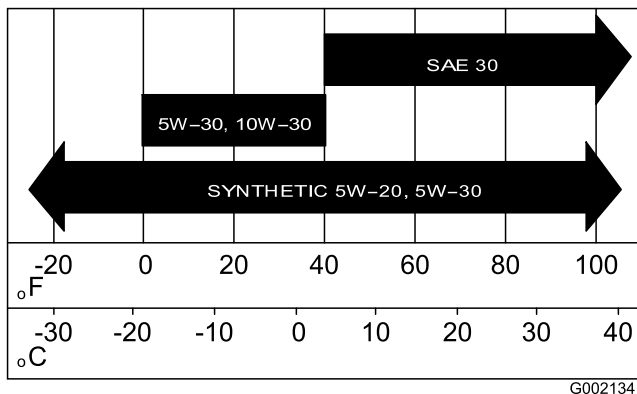

Рисунок 31
- Залейте в картер двигателя свежее масло указанного типа и вязкости; см. Рисунок 31 в разделе Замена масла (модели 07273 и 07273ТС) (страница 32).